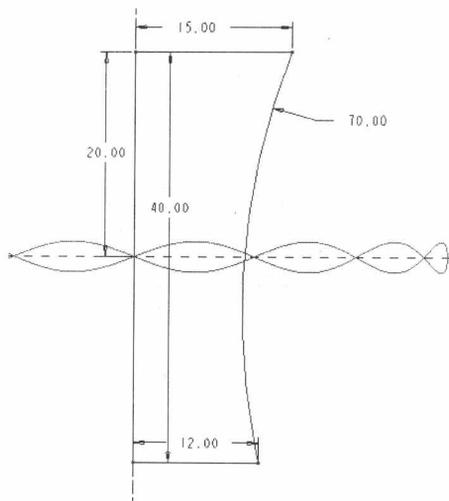

图1-5
- (1) 单击  按钮启动旋转工具。
- (2) 在设计界面空白处长按鼠标右键，从弹出的快捷菜单中选择【定义内部草绘】命令。
- (3) 选取“TOP”面为草绘平面，然后单击鼠标中键进入草绘模式。
- (4) 绘制如图 1-5 所示的草绘截面，注意竖直旋转中心线的绘制，随后退出草绘环境。